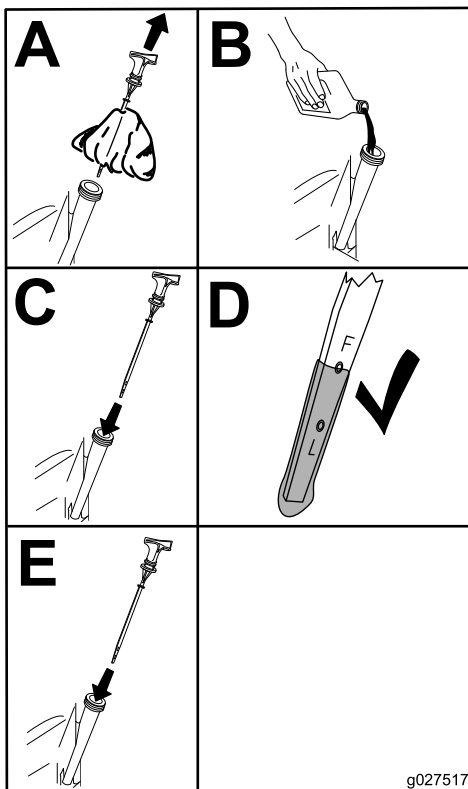

Figura 64
6. Vierta lentamente un 80% aproximadamente del aceite especificado por el tubo de llenado, luego añada lentamente el resto del aceite hasta que llegue a la marca de Lleno (Figura 64).